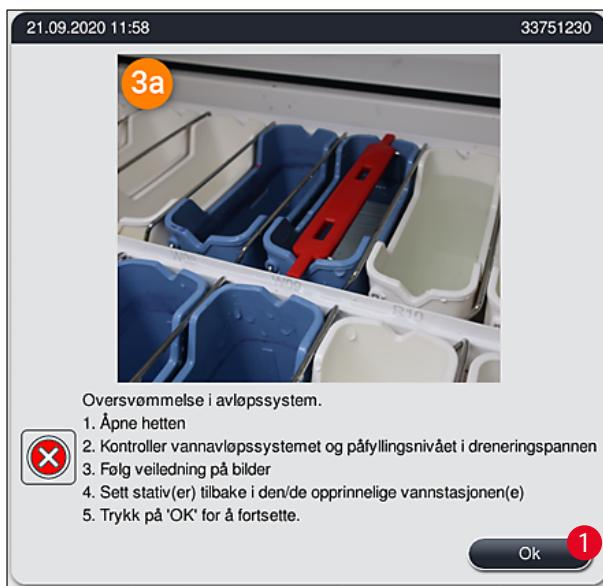
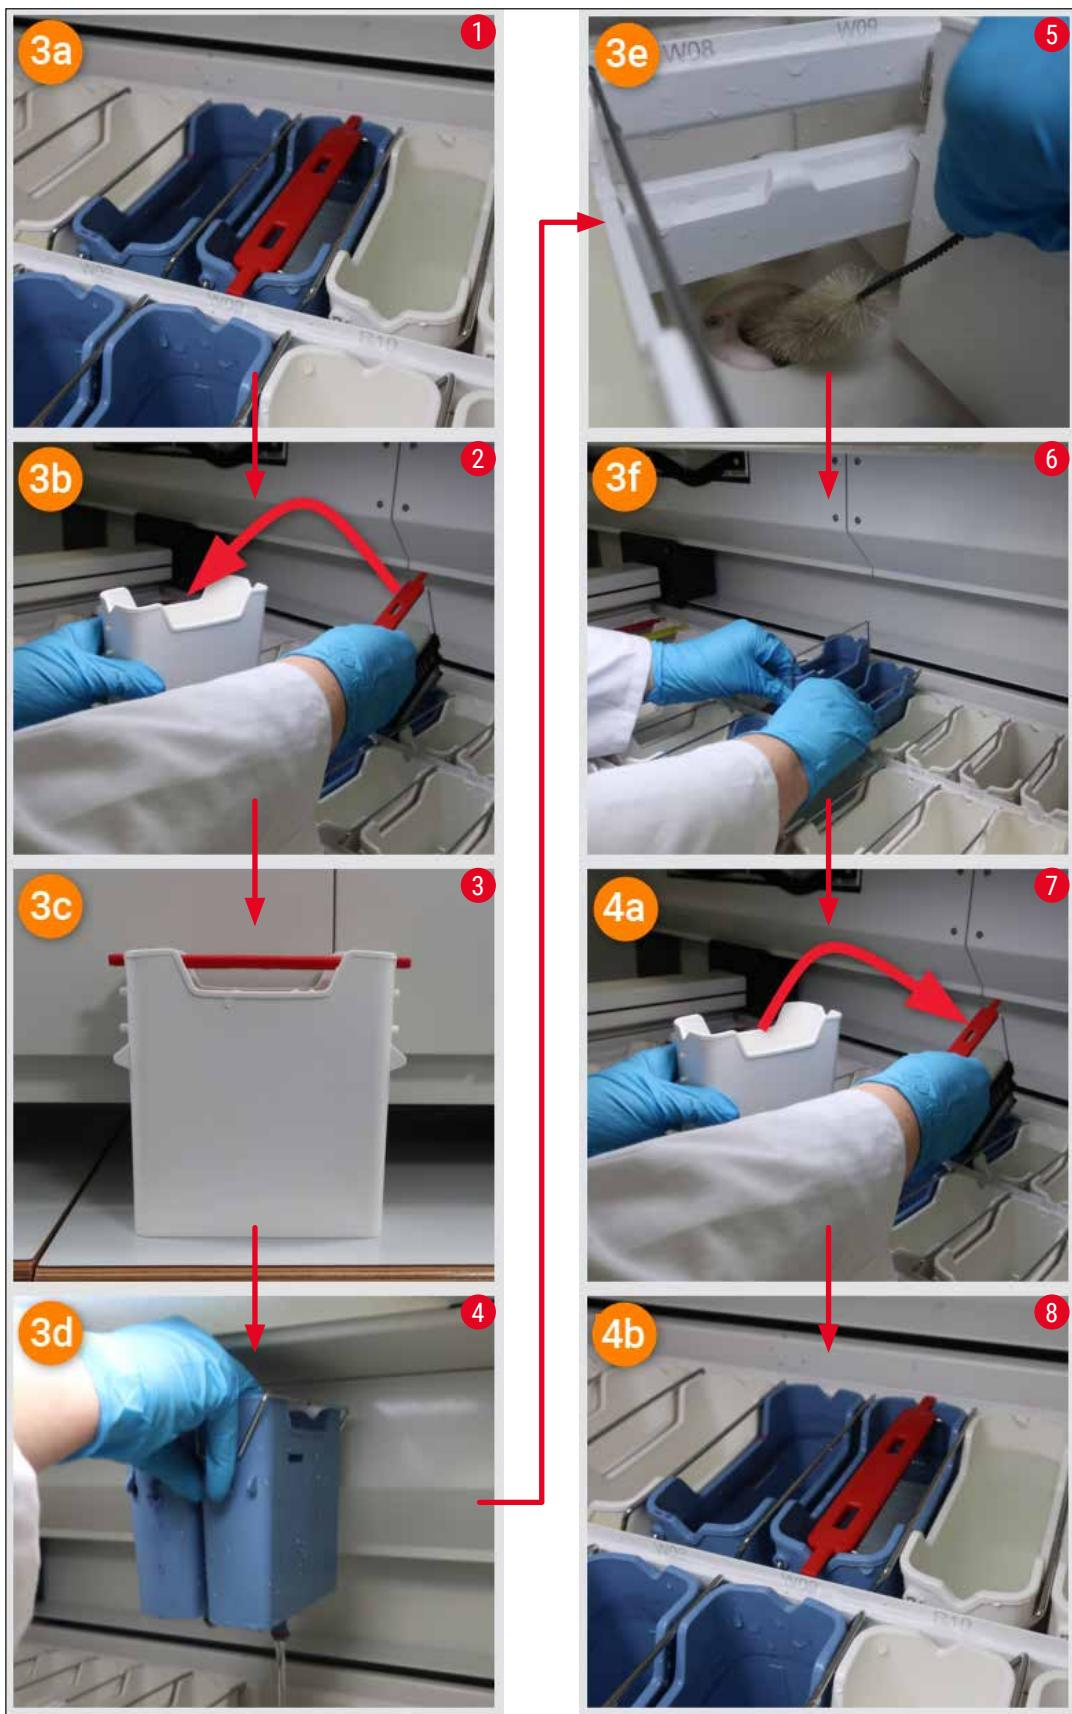

Fig. 122
Fig. 124
Avløpssystemet kan blokkeres dersom avløpsfilteret (→ "Fig. 100-1") eller vannavløpslangen (→ "Fig. 7-1") er tett. En slik blokering kan føre til at vannivået i dreneringspannen stiger. Dette kan føre til at vannivået i instrumentet blir kritisk. Brukeren mottar en feilmelding på skjermen (→ "Fig. 122") og hører en alarm. Feilmeldingen viser brukeren hvordan blokeringen skal fjernes gjennom en serie gjentakende bilder (→ "Fig. 124").
- Hvis vannnivået i dreneringspannen synker under det kritiske nivået under problemløsningsprosessen, forsvinner meldingen (→ "Fig. 122") og en annen melding på skjermen informerer brukeren om at fargeprosessen kan fortsette.